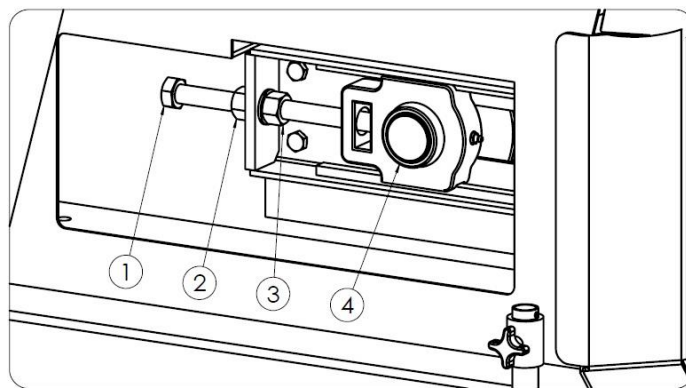

Рисунок 18. Натяжение цепей напольного конвейера
Натяжение цепей напольного конвейера во время работы должно проверяться ежедневно, особенно в начальный период его эксплуатации. Натяжение конвейерных цепей осуществляется с помощью регулировочных болтов, расположенных в передней части боковых стенок кузова – рисунок 18. Для увеличения натяжения цепи ослабьте гайку (2), удерживая гайку (3) ключом, с помощью болта (1) переместите подшипниковый узел (4) вперед. Операцию натяжения необходимо провести на левой и правой сторонах навозоразбрасывателя, обращая внимание на одинаковое натяжение цепей.